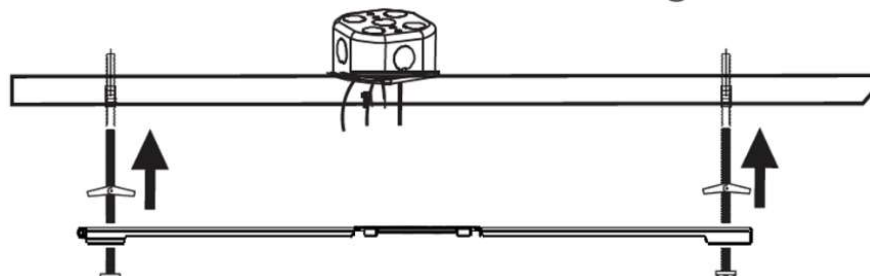

Figura 5B
- La tuerca acodada se dobla y se empuja a través de cada uno de los orificios perforados. Consulte la Figura 5B.